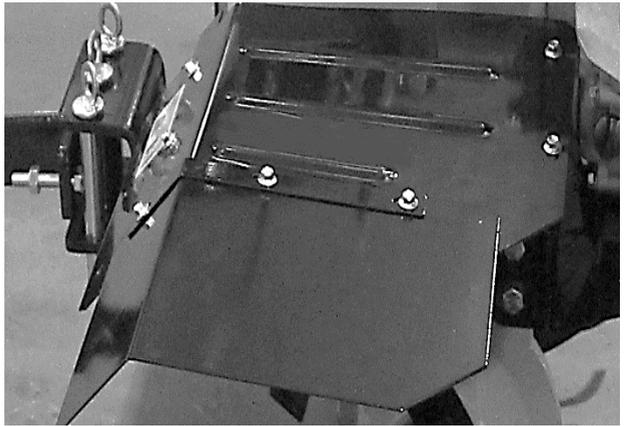

Рис.6
3. Установите и закрепите грязеотражающие щитки, используя планки, крепежные элементы из комплекта поставки. (см. рис.6)